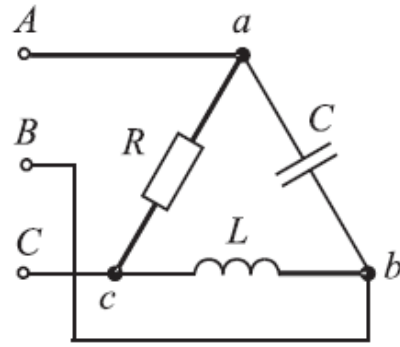

Рис. 9.19
**ЗАДАЧА 9.26.** Определить линейные токи в цепи (рис. 9.19), если все фазные токи  $I_{\text{ф}} = 1 \text{ А}$ .